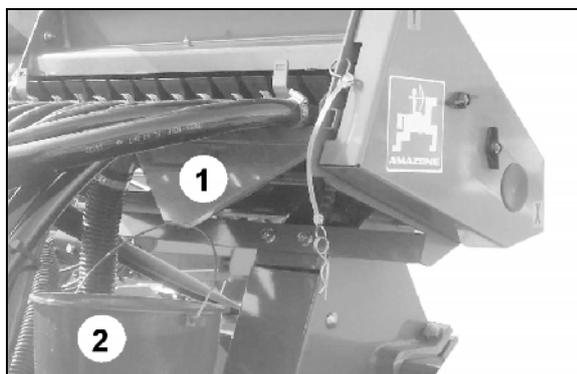

Fig. 39
3. Enganchar el recipiente colector (Fig. 39/2) bajo el orificio de descarga (Fig. 39/1).